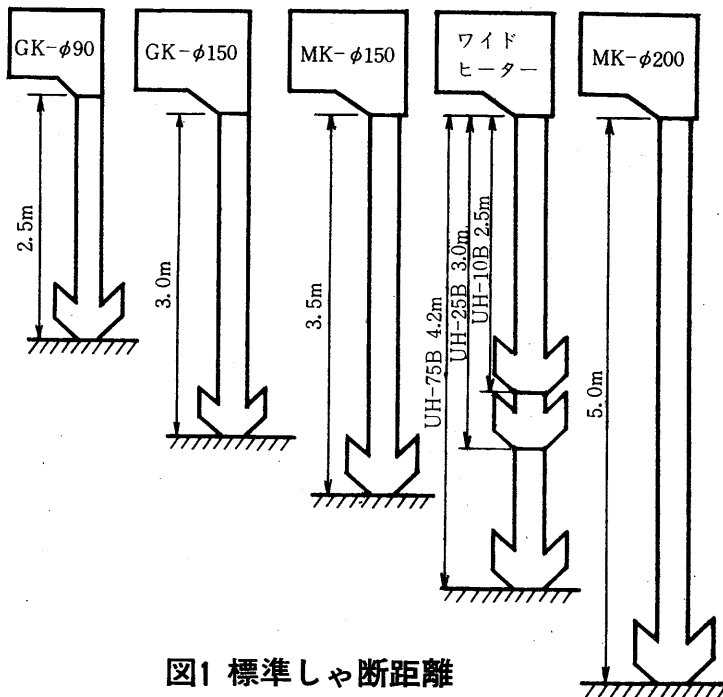

図1 標準しゃ断距離
(4) しゃ断距離より選定
- 取付位置よりの高さ<しゃ断距離>から機種選定を行います。<図1参照>